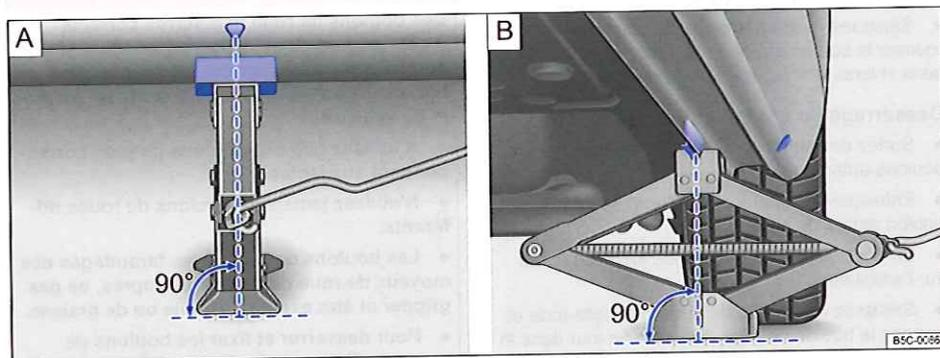

Fig. 243 Positionnement du cric à l'arrière, du côté gauche du véhicule.
9. Assurez-vous que toute la surface du pied du cric porte bien sur le sol et que le pied du cric se trouve bien verticalement sous le point de prise → fig. 243.
10. Ajustez le cric tout en continuant à déployer sa griffe jusqu'à ce que celle-ci saisisse le talon situé sous le véhicule → fig. 243.
- Positionnez le cric uniquement aux endroits préconisés. La griffe du cric doit saisir le talon du bas de caisse → fig. 243.